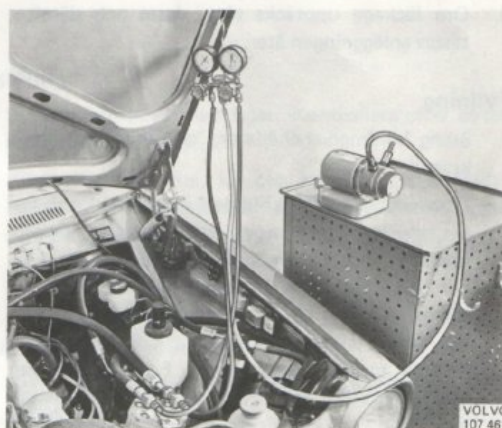

Bild 89. Anslutning av vakuumpump
2. Anslut lågtrycksmanometers slang, den blå, till kompressor sugsidan (märkt "suction" på kompressortoppen), och högtrycksmanometers slang, den röda, till trycksidan (märkt "disch"). Den mittre vita slangen ansluts till vakuumpumpens sugsidan (bild 89). OBS! För att packningarna i nippelarna ej ska skadas, får dessa endast dras fast med fingrarna när de ansluts.